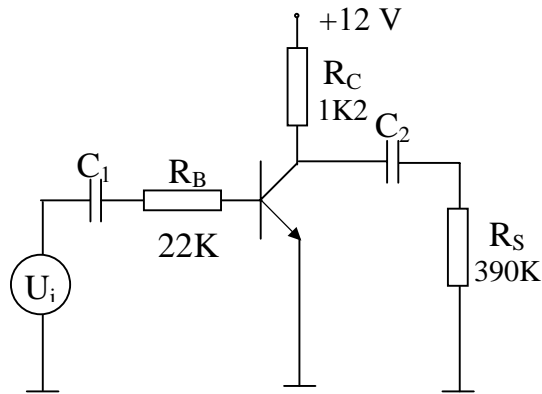

Fig.7.7
3.3 Pentru studiul clasei B de funcționare se realizează montajul din fig. 7.7: